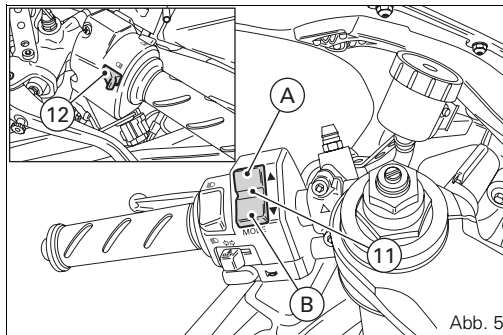

Abb. 5
12) **Drucktaste Lichthupe FLASH** (Abb. 5).